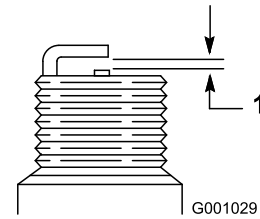

**Figure 20**
2. Procurez-vous un entonnoir en prévision de la vidange d'huile, puis retirez le bouchon de vidange et placez l'entonnoir sous le bouchon pour guider l'huile dans un bac (Figure 20).